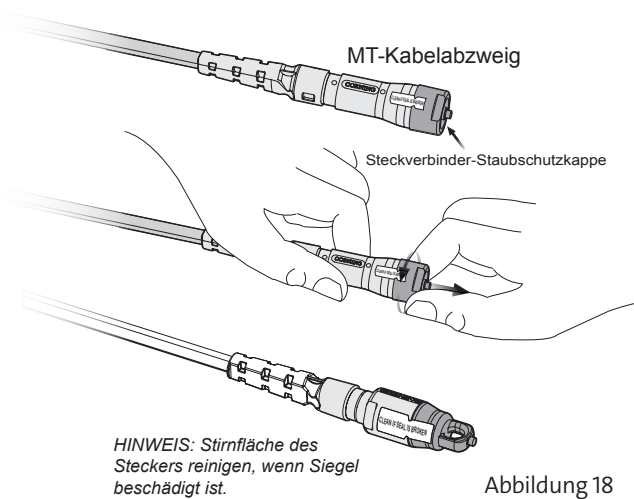

Abbildung 18
Schritt 2: Entfernen Sie die Staubschutzkappe vom OptiTip® Stecker, indem Sie die Kappe entgegen dem Uhrzeigersinn drehen (Abbildung 18).